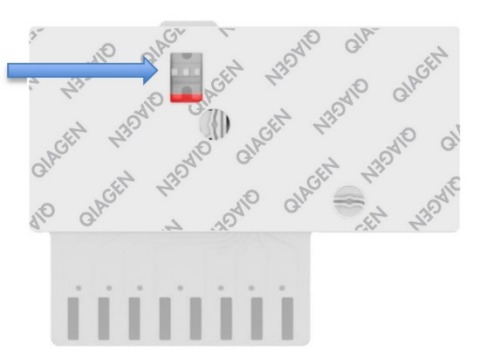

Figura 43. Finestra di ispezione del campione (freccia blu).
8. Verificare visivamente che il campione sia stato caricato controllando la finestra di ispezione del campione della QIAstat-Dx Respiratory SARS-CoV-2 Panel Cartridge (Figura 43).